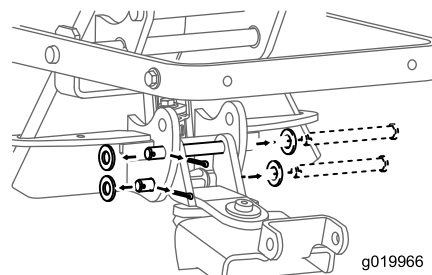

Figura 1
1. Retire e elimine o contrapino e passador de forquilha que prendem o suporte existente e extremidade inferior do mecanismo de fecho (Figura 1).